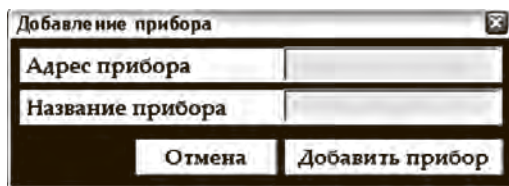

рис.9
6) Нажать на кнопку «+», отобразится окно «Добавление прибора» (рис. 9).